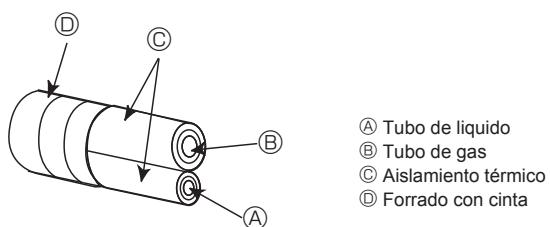

Fig. 4-4
4.3. Tubos de conexión (Fig. 4-4, Fig. 4-5)